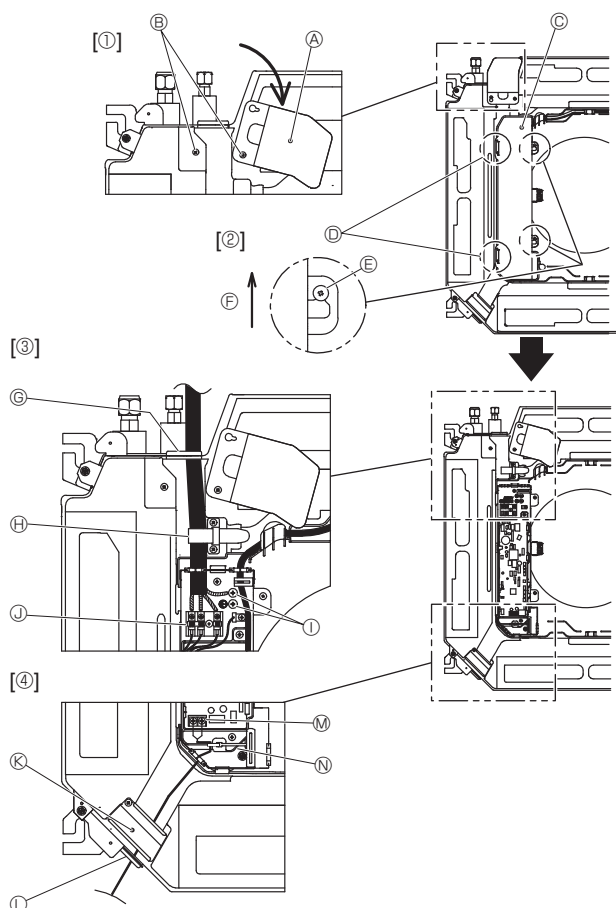
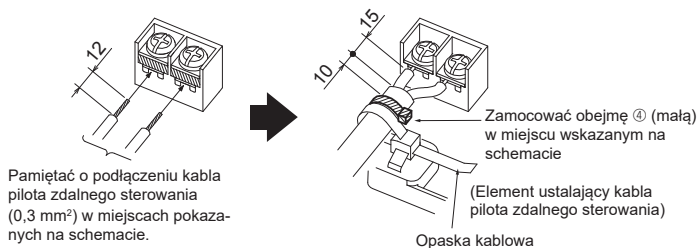

Fig. 6-1
Fig. 6-3
6.1. Jednostka wewnętrzna (Fig. 6-1)
1. Odkręć dwie śruby mocujące panel serwisowy okablowania elektrycznego, aby go otworzyć. [Fig. 6-1 ①]
2. Odkręć dwie śruby mocujące pokrywę skrzynki elektrycznej, a następnie przesuń pokrywę. [Fig. 6-1 ②]
3. Przeprowadź kabel zasilania, kabel połączeniowy jednostki wewnętrznej/zewnętrznej i przewód uziemienia przez odpowiednie przepusty kablów pokazane na rysunku. [Fig. 6-1 ③]
Jeśli nie można użyć okrągłych zacisków zagniatanych, patrz Fig. 6-3 do 6-6. Połączenie zostało pokazane na rysunkach 6.1.1. i 6.1.2.
4. Przeprowadź i podłącz kabel pilota zdalnego sterowania przez przepusty kablów przedstawione na schemacie. [Fig. 6-1 ④, Fig. 6-3]